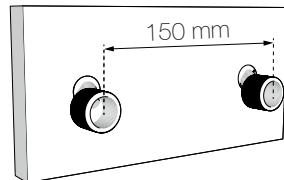

Figura 3 / Figure 3
**3-** Roscar los racores excéntricos (A) a los orificios de salida de agua situados en la pared, utilizando cinta de teflón para asegurar una correcta estanquidad, y ajustarlos hasta que la distancia entre las roscas esté a los 150 mm. necesarios para su conexión al mezclador (Figura 3).
**4-** Sobre los racores excéntricos (A), colocar los florones (D) y atornillar el mezclador a través de las tuercas (B), utilizando algún medio apropiado para no rayarlas y asegurándose de alojar las dos arandelas de goma (C) necesarias para obtener una buena estanquedad.